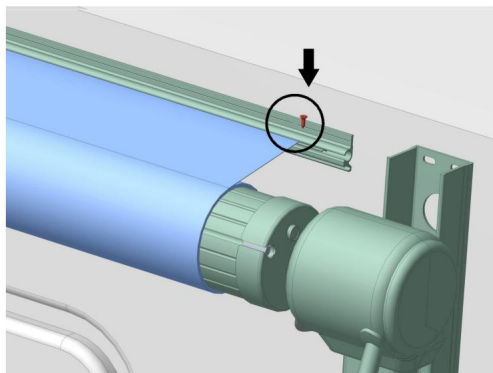

Figura D25
6.3 Inserire la vite di fissaggio B (Figura D25) su entrambi i lati dell'inserto in tessuto per evitare che il tessuto dell'ombrellone si muova. Prestare attenzione a stringere moderatamente il tessuto dell'ombrellone quando si inserisce la vite di fissaggio per garantirne la planarità.